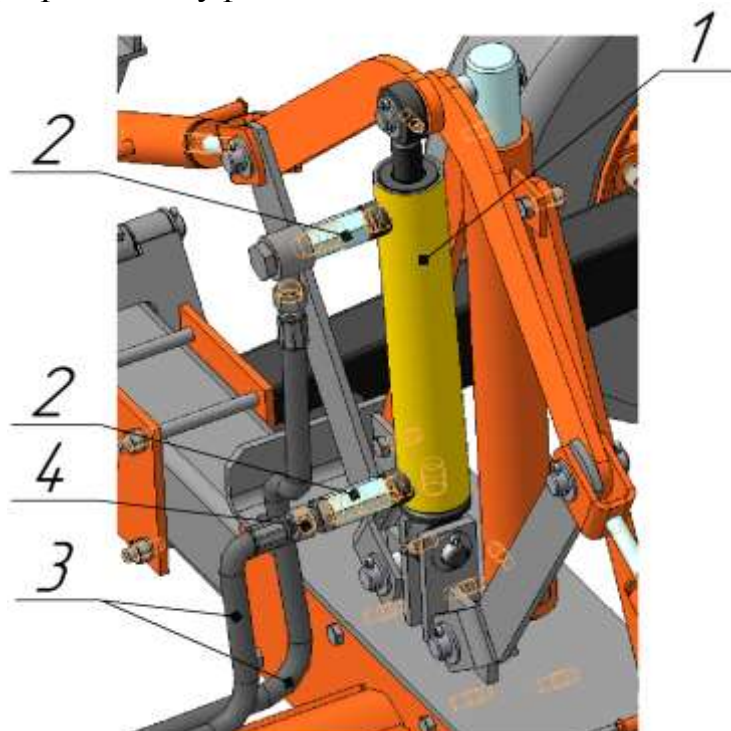
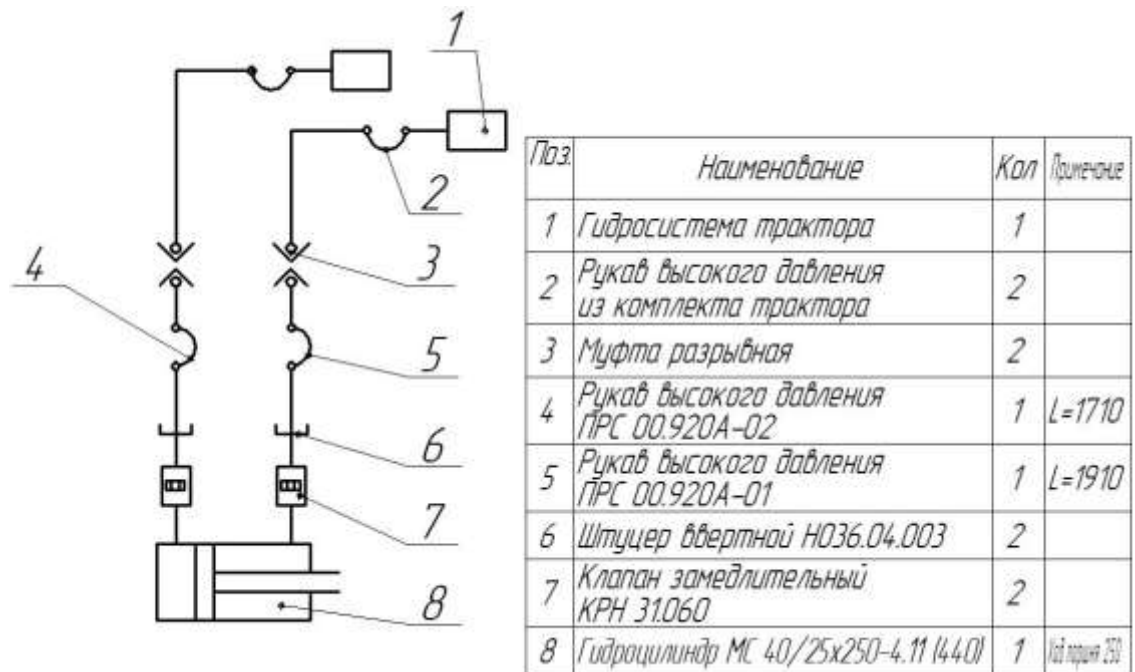

Рис.3 Гидросистема
Рис.4 Схема гидравлическая.
4.5 Гидросистема (рис.3 и рис. 4) состоит из гидроцилиндра 1, клапанов замедлительных 2, рукавов высокого давления 3. Рукава высокого давления соединяются с клапанами замедлительными через штуцера 4, а с гидросистемой трактора - через разрывные муфты.